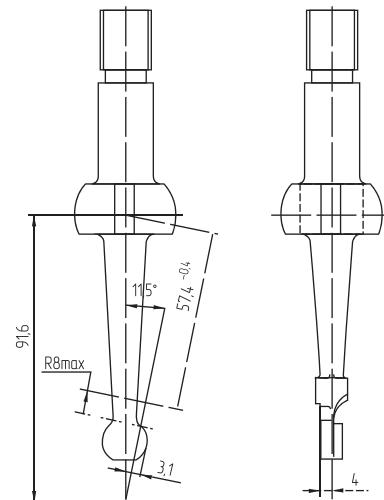

Рис. 18
4. Приобретите механизм переключения РК с каталожным номером 3163-00-1803010-00. При покупке убедитесь, что сам рычаг имеет конфигурацию согласно Рис. 18.